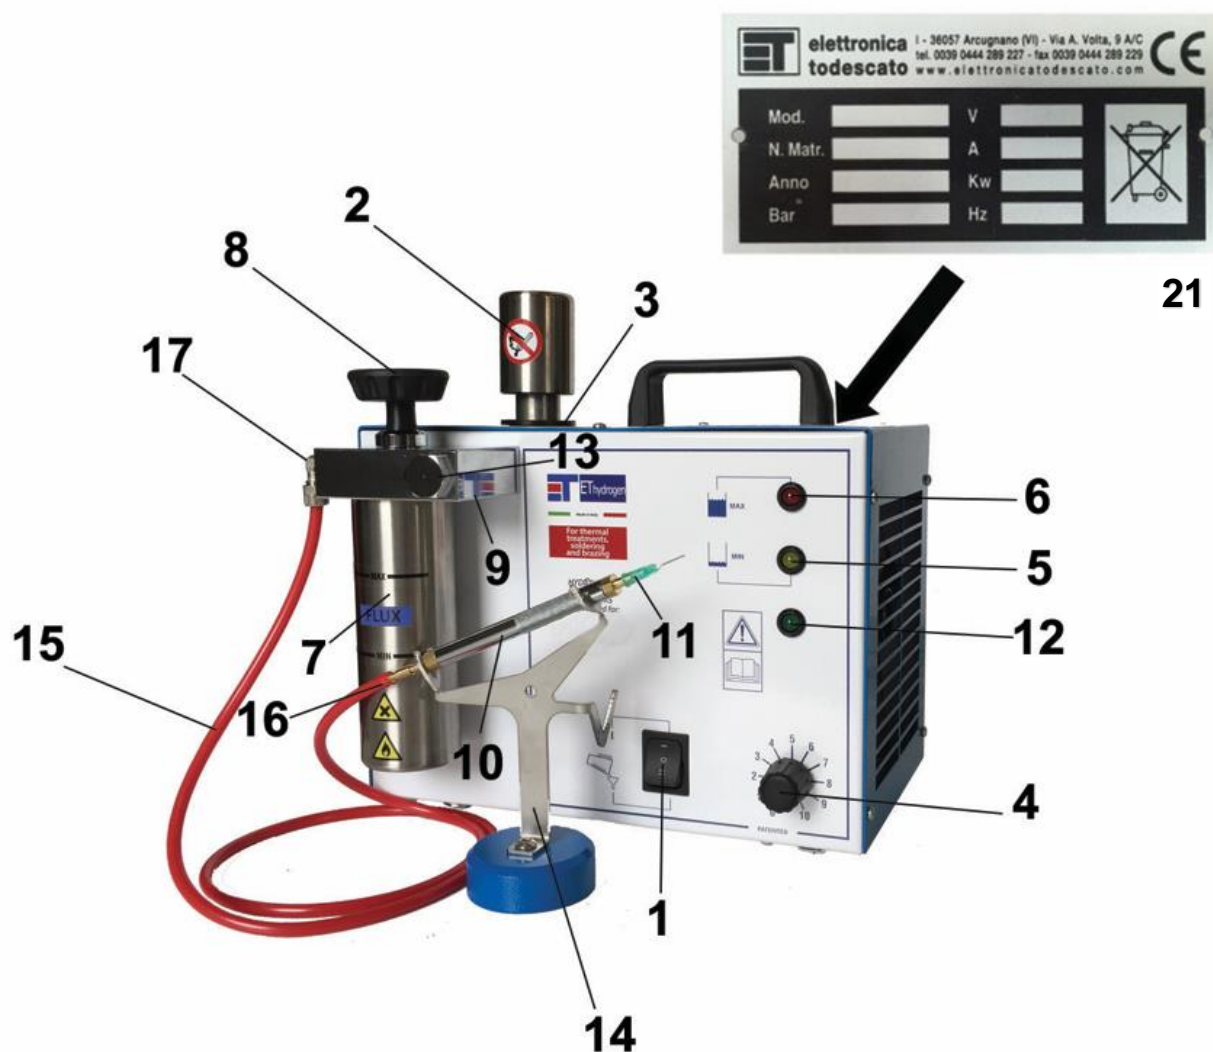

FIG. 1 - SALDATRICE E SUOI COMPONENTI
Ogni macchina, è dotata di targhetta per l'identificazione (21 Fig. 1), i cui dati riportano:
LEGENDA Fig. 1
- Beccuccio bruciatore (11 Fig. 1).
- Porta cannello (14 Fig. 1).